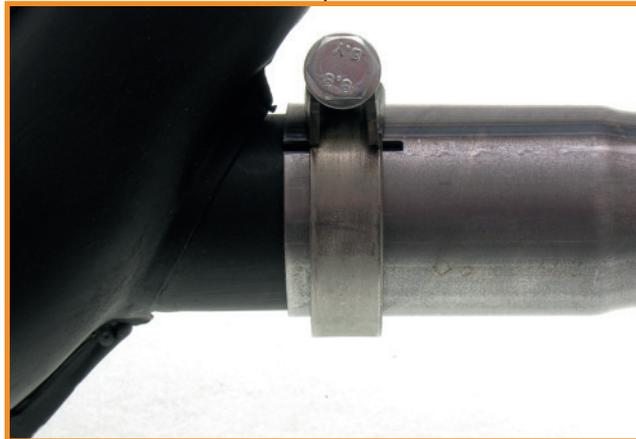

Fig. 1
- The heat exchanger and header are joined with 41mm bandclamps. (Fig.1)
werden. Wärmetauscher und Krümmer werden mit den 41 mm Band-schellen verschraubt. (Fig.1)